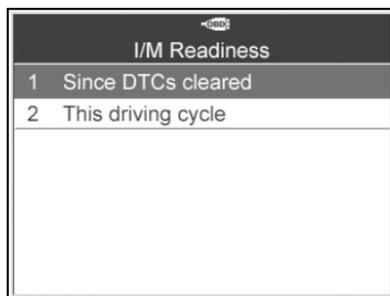

Imagen 6.14
- 3) Si el vehículo soporta ambos tipos de pruebas, ambos aparecerán como opciones en pantalla. (Imagen 6.14)